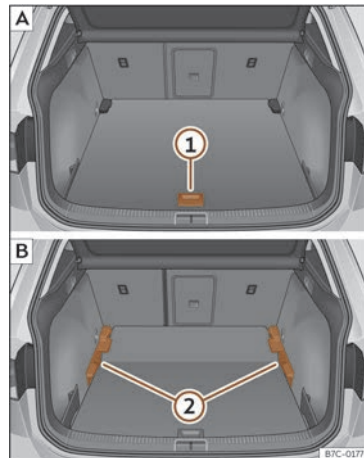

Fig. 161 Suelo variable del maletero: **A** posición alta; **B** posición baja.
- Para pasar de la posición baja a la alta, levante el piso por el asidero >>> **fig. 161 ①**, tire de él hacia atrás hasta que la parte delantera del piso rebase totalmente los soportes **②**.
- Haga desplazar sobre estos el piso hacia adelante hasta que haga tope en el respaldo de los asientos posteriores y, a continuación, baje el piso con el asidero **①**.
- Para pasar de la posición alta a la baja, levante el piso por el asidero >>> **fig. 161 ①**, tire de él hacia atrás hasta que la parte delantera del piso rebase totalmente los soportes **②**.
- Deje caer la parte anterior contra el piso y empuje el piso hacia adelante hasta que haga tope en el respaldo de los asientos posteriores bajando al mismo tiempo el piso con el asidero **①**.
- Con el suelo variable en posición alta, levántelo por el asidero >>> **fig. 161 ①**, tire de él y empuje hacia el respaldo de los asientos posteriores hasta que se doble por la línea de bisagra y la parte móvil del piso repose sobre el mismo.
- Para pasar de la posición alta a la baja, levante el suelo variable por el asidero >>> **fig. 161 ①** y tire de él hacia atrás un poco.
- Empuje el suelo variable hacia los asientos posteriores abatidos con el asidero **①** haciendo un poco de presión hacia abajo para que la parte móvil del piso enrase con los respaldos de los asientos posteriores.